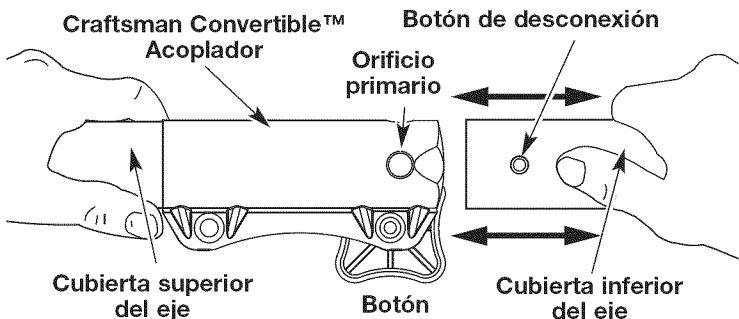

Fig. 2
3. Mientras sostiene el accesorio con firmeza, empujélo en línea recta en el acoplador (Fig. 2).
**PRECAUCIÓN:** Trabe el botón de desconexión en el orificio primario (Fig. 2) y ajuste bien la perilla antes de operar esta unidad.
2. Oprima y sostenga oprimido el botón de liberación (Fig. 2).
3. Mientras sostiene con firmeza el bastidor del eje superior, tire del accesorio hacia afuera del acoplador (Fig. 2).